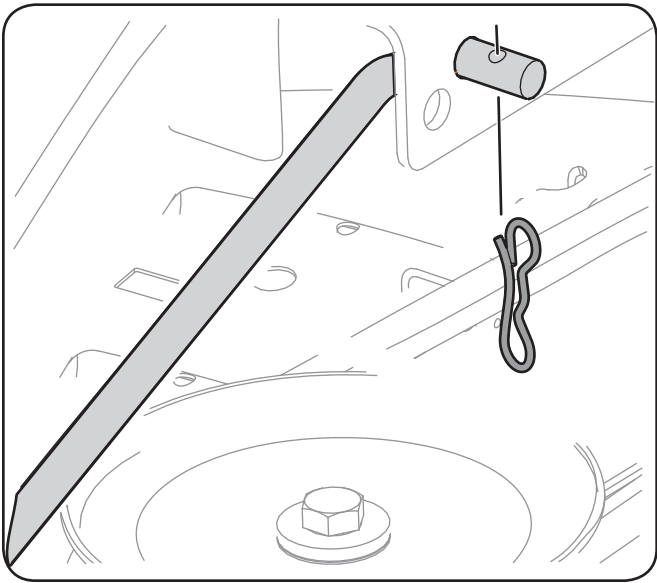

Figure 7-5
14. Dégagez la goupille fendue de la tige de relevage avant du plateau de coupe la maintenant sur le plateau de coupe. Voir la Figure 7-5. Dégagez la tige de relevage du plateau de coupe du support d'accrochage avant.